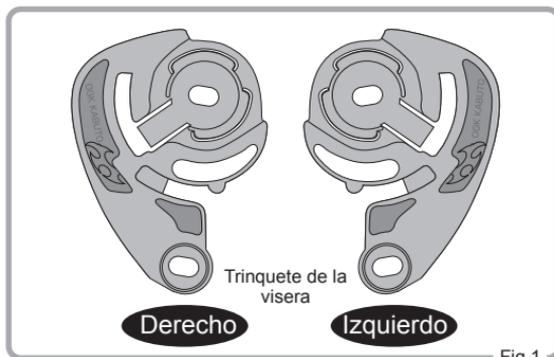

Fig.1
1. Primero, compruebe el lado del trinquete de la visera que se muestra en la Fig.1.